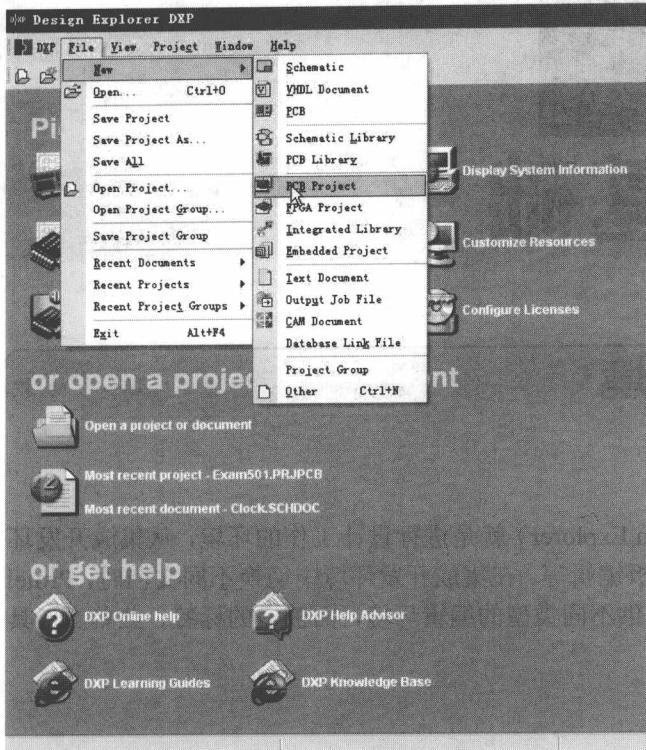
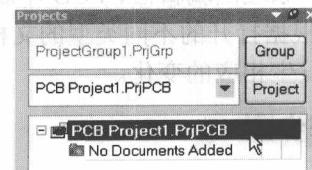

图 1-2 新建 PCB 工程
图 1-3 系统自动命名的 PCB 设计文件包
2. 创建一个设计文件包。执行菜单命令“File\New\PCB Project”，如图 1-2 所示，就在 Projects 面板上生成了一个新的设计文件包，新生成的设计文件包系统自动命名为“PCB Project1.PrjPCB”，如图 1-3 所示。